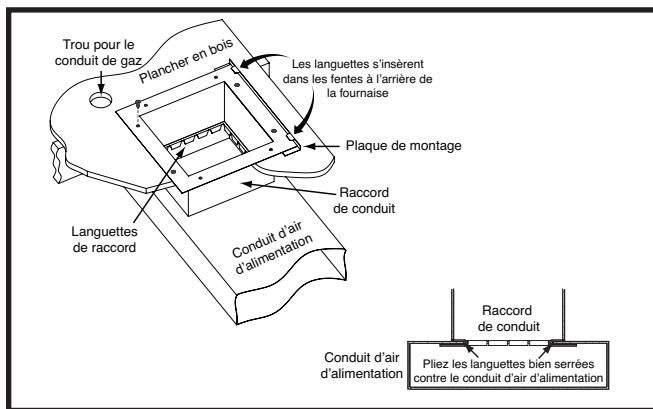

Figure 12. Raccord de conduit à languettes
2. Marquez l'emplacement de l'ouverture du conduit d'alimentation en air en tirant un trait autour des languettes du raccord de conduit. Voyez la Figure 12 (page 17).
5. Installez la plaque de montage (Figure 12) sous l'arrière du connecteur de conduit. Alignez les trous pour vis dans les deux composantes.
7. Pliez les languettes inférieures du raccord de conduit vers le haut et serrez-les le plus possible contre le conduit d'alimentation en air. Voyez la Figure 12.